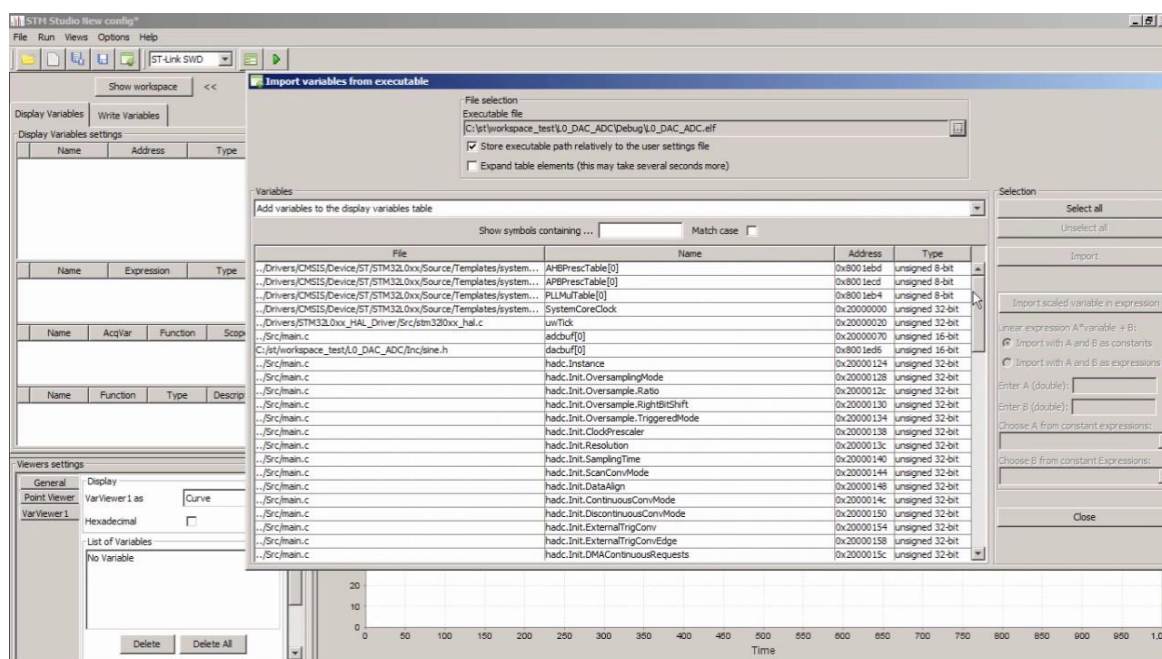

Рис.2.4 STM Studio.
- STM Studio (Рис. 2.4) – фирменная утилита от STMicroelectronics, которая помогает отслеживать значения пользовательских переменных при выполнении кода в реальном времени.